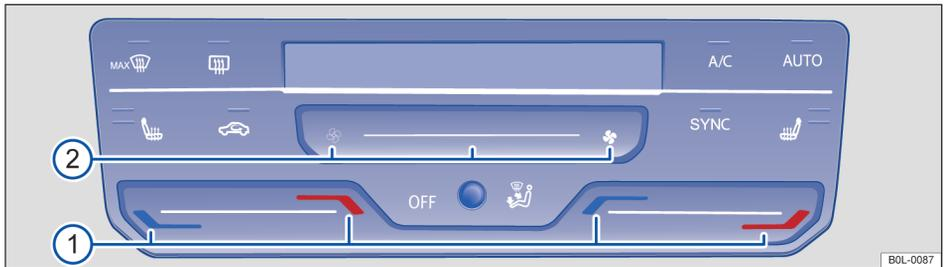

图 75 中控台上部：全自动空调系统操作机构
- 点击空调操作面板中的按钮  → 图 75。
- 或：点击左侧鼓风机调节功能按钮  → 图 75②，直至控制面板上方的显示屏出现 OFF 字样。
- 点击温度调节按键 → 图 75①, 以调节驾驶员和前排乘员侧温度。
- 点击鼓风机调节按键 → 图 75②。
- 点击按键  → 图 75。